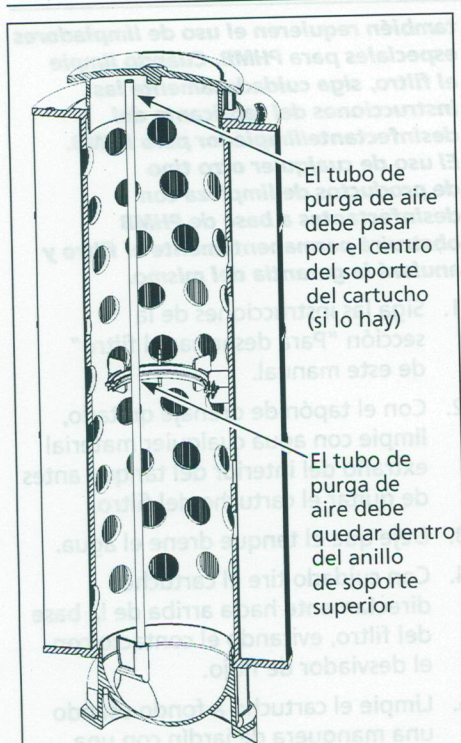

Figura 5 - Alineación del tubo de purga de aire
Cuando instale el cartucho en la base del filtro, asegúrese de que el tubo quede insertado en la parte central del soporte del cartucho, si viene equipado con el soporte (Ver Figura 5). Esto ayudará a asegurar que el tubo esté correctamente colocado dentro del anillo de soporte superior de la cubierta del filtro.
2. Instale el cartucho del filtro en la base del tanque, con el cuidado de evitar que el desviador de flujo apunte hacia la entrada. Asegúrese de que el tubo de purga de aire esté correctamente instalado (Figura 5). Empuje firmemente hacia abajo para sellar el cartucho.